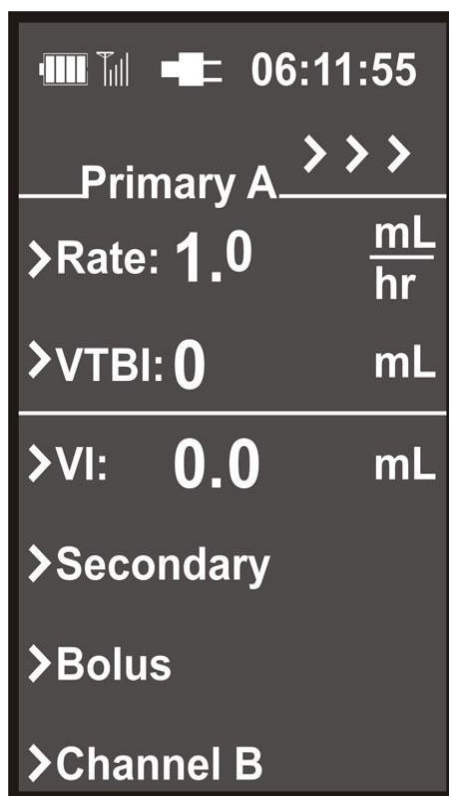

Figure 4-1. Ecran principal de configuration de la pompe
Si l'écran de configuration primaire de la pompe ne s'affiche pas tel qu'illustré à la figure 4-1, cela peut indiquer un dysfonctionnement de l'écran. Même si la pompe semble fonctionner normalement, la renvoyer à un technicien d'entretien qualifié pour examen et/ou réparation.
4.2 Configuration primaire. Presser la touche de commande  pour mettre la pompe sous tension. Lors de sa mise sous tension, la pompe commence par effectuer un autotest de mise sous tension, puis affiche le message «Powering On» (Mise sous tension) et affiche ensuite l'écran de configuration primaire de la pompe (voir figure 4-1), qui permet de paramétrer le débit de perfusion (Rate) et le volume à perfuser (VTBI).